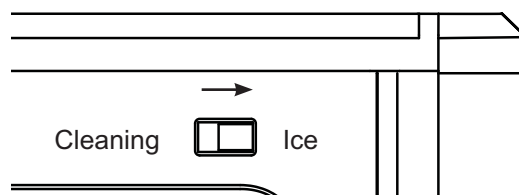

Figure 12
18. Lorsque vous avez terminé, faites glisser l'interrupteur arrière en mode "Glace". Voir figure 12.